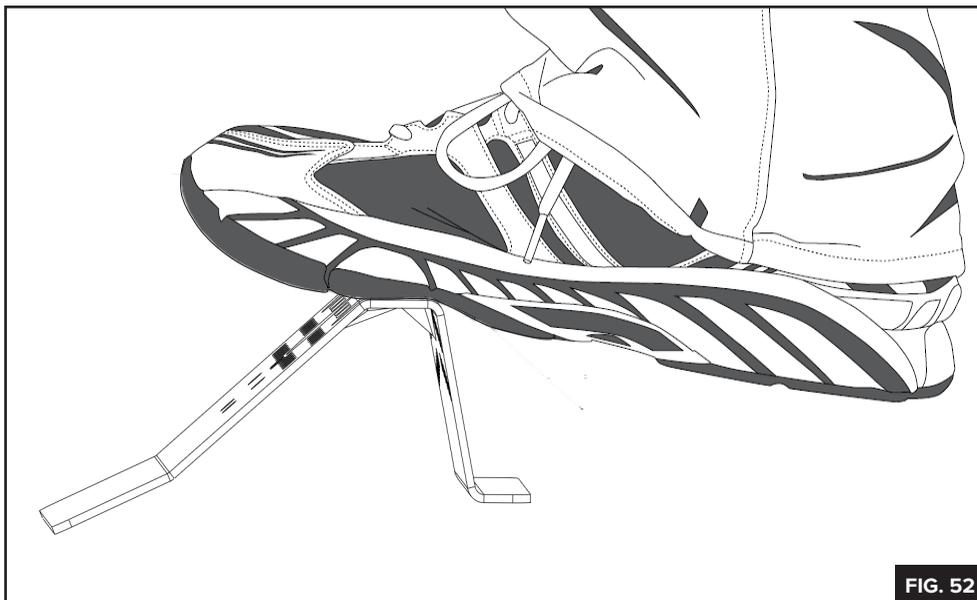

FIG. 52
2. Appuyez ensuite avec le pied en appliquant suffisamment de force pour qu'elle retrouve sa forme initiale. **NE PAS** appuyer trop fort afin d'éviter une surcorrection de la plaque de combustion qui, dès lors, ne pourrait plus être réinstallée dans la chambre de combustion. (FIG. 52)